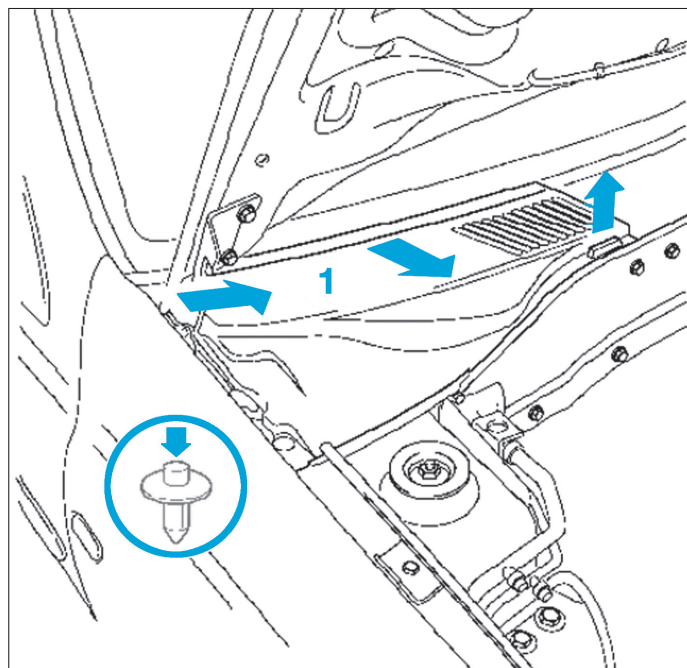

Fig. 1
- la demi-grille d'avant droit (1) (Fig.1).